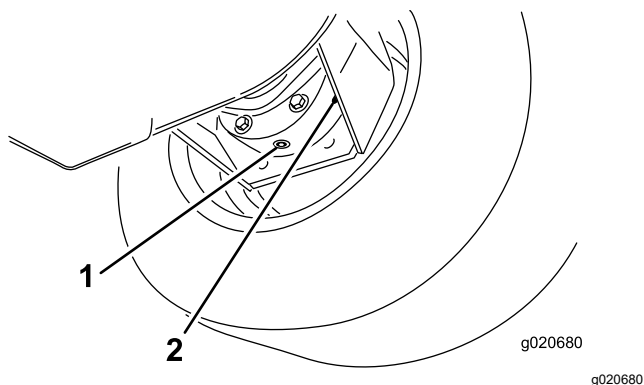

Figure 106
3. Placez un bac de vidange sous le carter de frein et enlevez le bouchon pour permettre à l'huile de s'écouler (Figure 106).